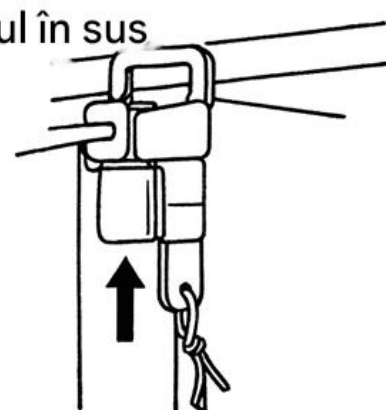

Figura 7
- a. Glisați plăcile convergente pe brațele transversale în orificiile convergente de pe suportul principal (Figura 7).